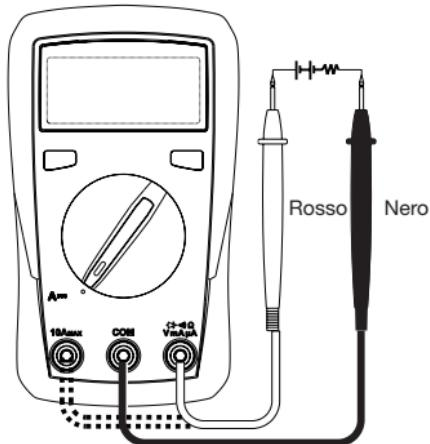

Fig. 3
2. A seconda della selezione del range, inserire il connettore del cavo di misura rosso nella boccola di misura $\text{mA}/\mu\text{A}$ o A e quello del cavo di misura nero nella boccola di misura COM. Utilizzare la Fig. 3 come guida